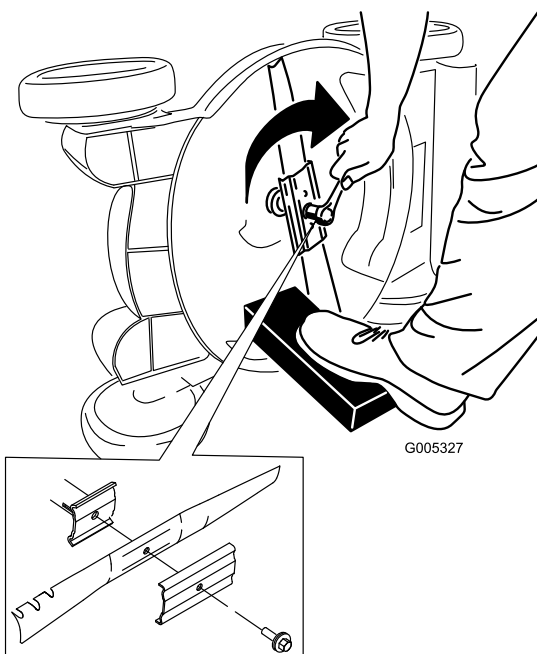

Рисунок 48
5. Установите новый нож, закрепив все крепежные детали (Рисунок 48).